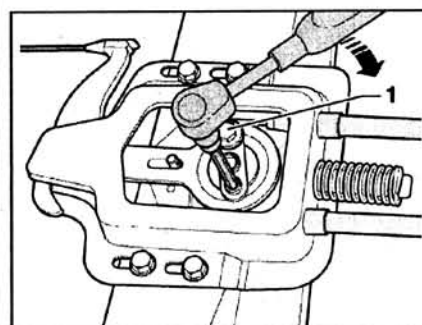

Рис. 7.42. Затяните эксцентрик моментом 15 Нм в направлении стрелки и затяните болт 1.
16. Затяните эксцентрик моментом 15 Нм в направлении стрелки и затяните болт 1 (рис. 7.42).